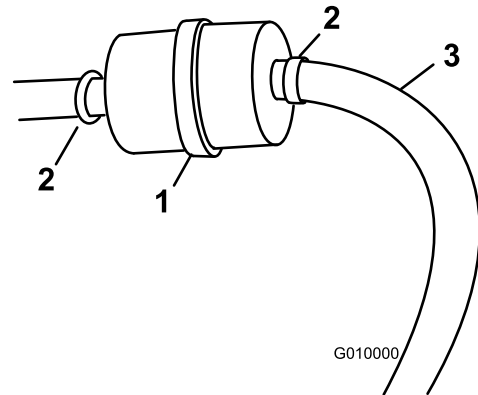

Figura 52
3. Allentate le fascette stringitubo e allontanatele dal filtro (Figura 52).
5. Installate un nuovo filtro nei flessibili e fissate le fascette stringitubo (Figura 52).
3. Allentate la fascetta stringitubo e spostatela in alto sul tubo del carburante, lontano dal filtro del carburante (Figura 52).
4. Scollegate il tubo del carburante dal filtro del carburante (Figura 52).
- Nota:** Lasciate spurgare la benzina in una tanica apposita o in una bacinella (Figura 52).
5. Collegate il tubo del carburante al filtro del carburante. Infilate la fascetta vicino al filtro del carburante, per fissare il tubo del carburante (Figura 52).